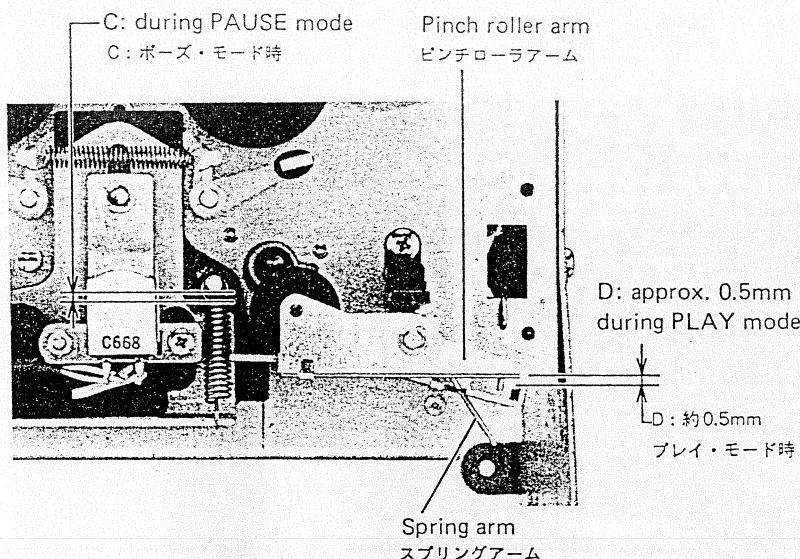

Fig. 5-4
- With the deck in the play mode, check that there is clearance of approx. 0.5 mm between the pinch roller arm and the spring arm ("D" in Fig. 5-4).
- Repeat switching operations from STOP to PAUSE mode two or three times, and make sure that when repeating steps 1 and 2, the clearances "D" and "B" are within the specified range respectively. Also make sure there is a clearance between head base and spring stud ("C" in Fig. 5-4).
- プレイ・モードにして、ピンチ・ローラ・アームとスプリング・アームのすき間 (図5-4の D) が約 0.5mm であるか確認する。
- ストップ・モードから ポーズ・モードへの切換え操作を 2, 3 度繰り返した後、再度 1, 2 項のチェックをして、間隔 D と B がそれぞれ規定通りか確認する。また、ヘッド・ベースとスプリング支柱との間 (図5-4の C) にすき間があるか確認する。
Note: During play operation, make sure there is a clearance of approx. 0.5 mm between the pinch roller arm and the spring arm. Refer to Fig. 5-4.
注意：プレイ・モード中、ピンチ・ローラ・アームとスプリング・アーム間に約0.5mmのすき間があるか確認する（図5-4参照）。